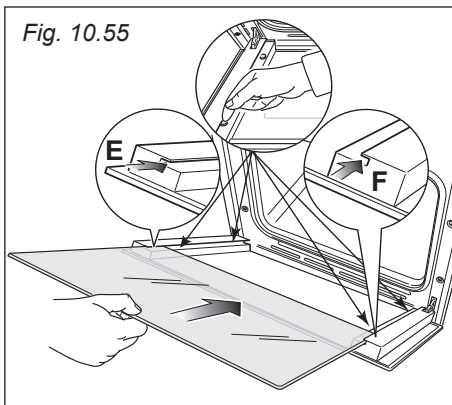

Fig. 10.56
- Inserire il vetro nelle guide "E" ed "F" (fig. 10.55) e farlo scorrere dolcemente fino ai fermi "H" (fig. 10.56).